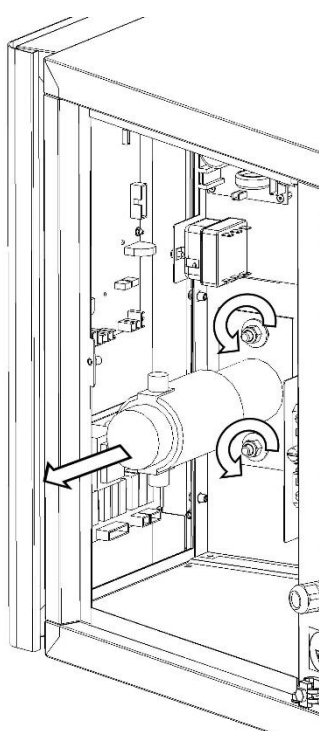

Fig.14B
5. Dévisser les écrous de fixation du support, retirer le moteur et le remplacer (Fig.14B).